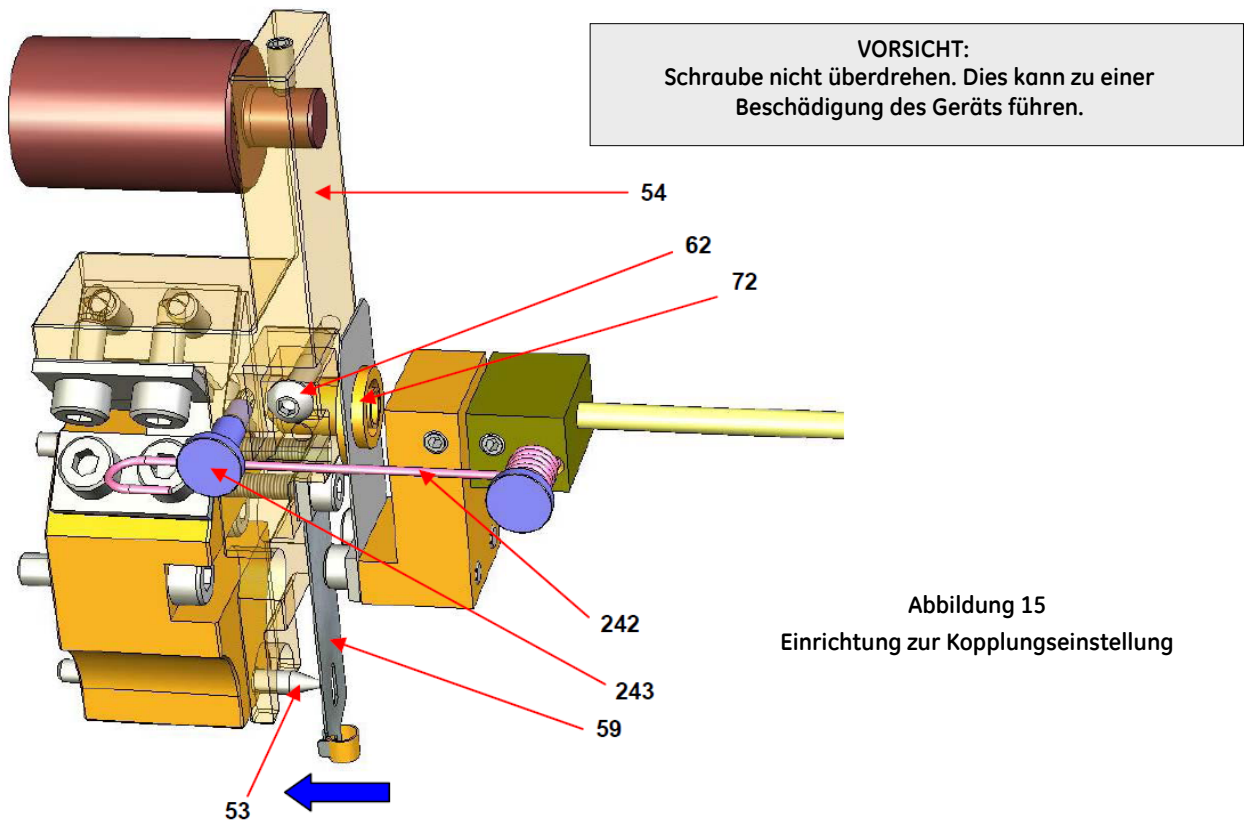

Abbildung 15
- d. Durch die seitliche Öffnung ist zu überprüfen, dass das Verbindungsende mit der Schraube (62) des Balkens (54) frei beweglich und der Federarm (242) vom Bolzen (243) gelöst ist. Durch das 3/4-Zoll-NPT-Loch an der Gehäuseunterseite ist das Biegeelement (59) mit dem Finger von links nach rechts zu schieben, um zu prüfen, ob der Balken (54) bewegt werden kann. Der angezeigte Wert sollte sich entsprechend verändern. **Der Kontaktstift (72) muss sich innerhalb des Anschlussstücks am Ende des Balkens frei drehen.**
- e. Mit einem Blick durch die seitliche Öffnung auf die Mechanik ist das ovale Loch des Biegeelements in Richtung Kegelstift (53) zu schieben, indem das Biegeelement (59) in Richtung Gehäusevorderseite (siehe Abbildung 15) gebogen wird. Der Wert an der LCD-Anzeige muss zwischen -5 % und +5 % liegen.